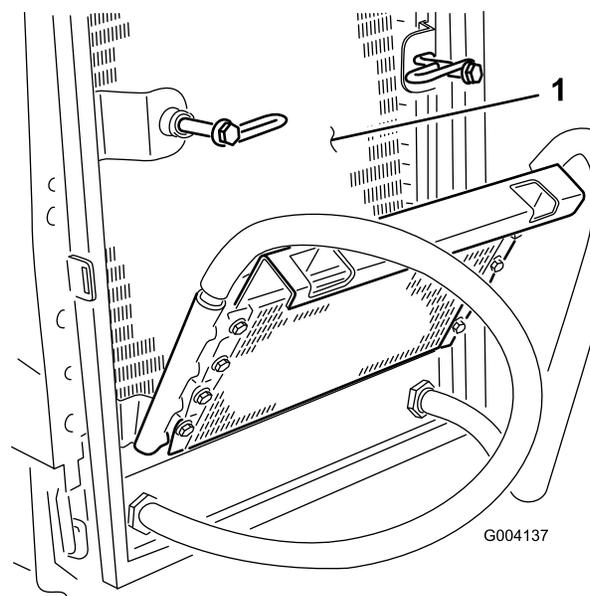

Bild 73
6. Reinigen Sie beide Seiten des Ölkühlers und des Kühlers gründlich mit Druckluft (Bild 73).